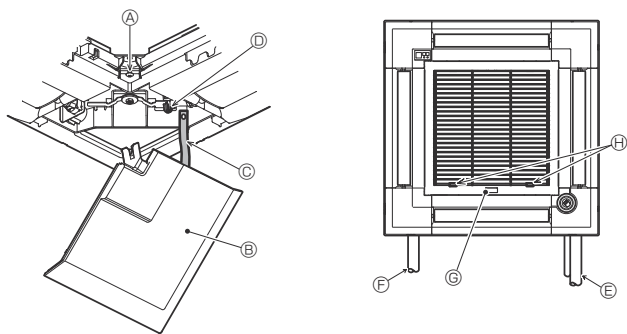

Fig. 9-12
9.5. Установлення забірної решітки (Fig. 9-12)